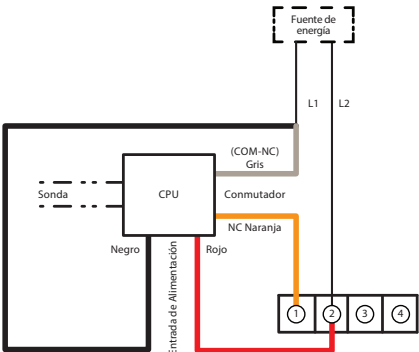

Figura 2b: Opción de cableado 1*: Línea de comunicación interferente
- Cableado Opción 2*: Línea de Interferencia de alimentación (Figura 2b)**
- Cortar el cable de comunicación de la unidad interior. Conecte el "Común" y los cables de "NC", como se muestra en la Figura 2b. Aislar el "NO" de alambre con cinta aislante.